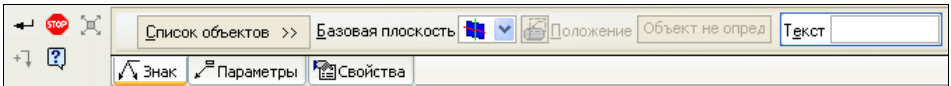
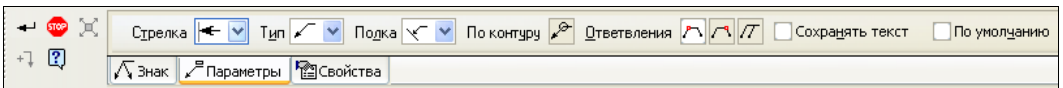

Рис. 29.19. Панель свойств: Линия-выноска в режиме Деталь на вкладке **Знак**
Рис. 29.20. Панель свойств: Линия-выноска в режиме Деталь на вкладке **Параметры**
- ◆ нажмите кнопку **Создать объект**. Система ввела обозначение допуска формы. В Дереве модели появился новый элемент **Обозначение допуска формы**. Вариант построения допуска формы показан на рис. 29.19.
- ◆ укажите точку начала полки. На Панели свойств: Линия-выноска три вкладки: **Знак** (рис. 29.19), **Параметры** (рис. 29.20) и **Свойства**. Элементы управления на этих вкладках точно такие, как на Панели свойств в режиме Чертеж (см. табл. 12.6). Самостоятельно выполните необходимые настройки;